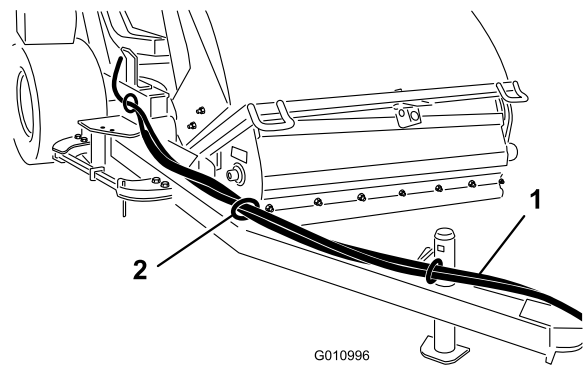

Figure 10
1. Faites passer les flexibles hydrauliques et le faisceau de câblage dans les guides de flexibles jusqu'à l'avant de la flèche d'attelage (Figure 10).